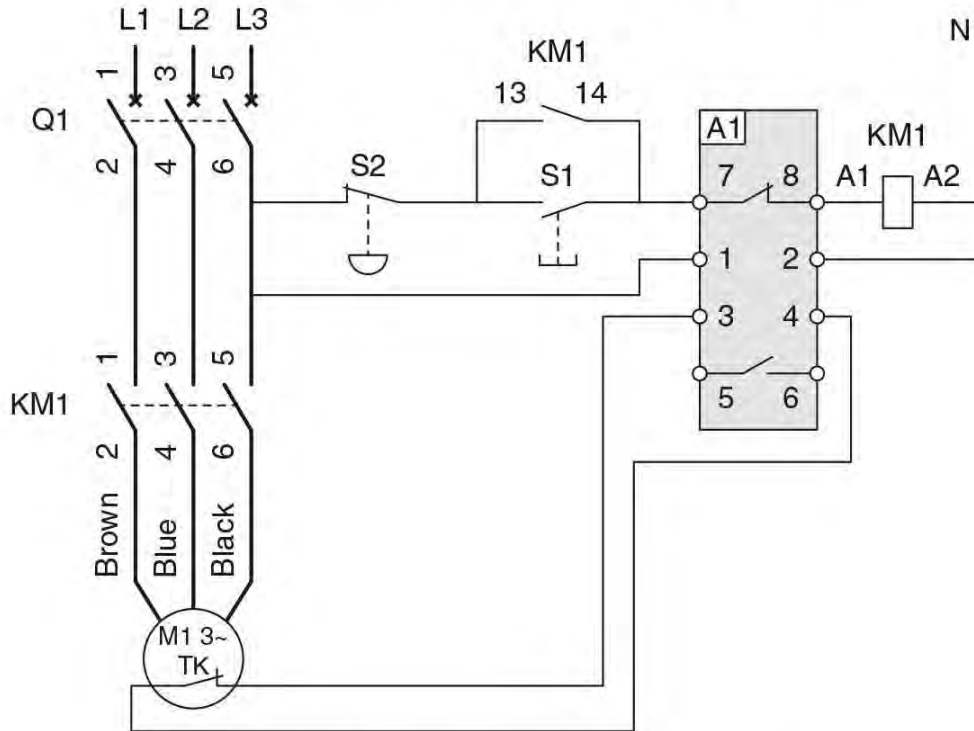

Рис.4. ЭД трехфазный (3 ~50 Гц; 380 В)
- 3.8 В случае использования реле защиты электродвигателя от перегрева варианты схем включения приведены на рис.4 и 5.